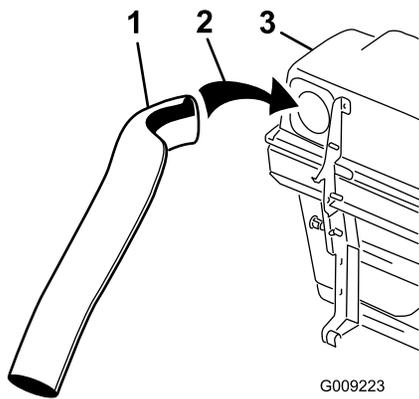

Figure 20
4. Insérez le tube supérieur dans l'ouverture du système de ramassage, puis ressortez-le de sorte que le joint en caoutchouc dépasse (Figure 20).